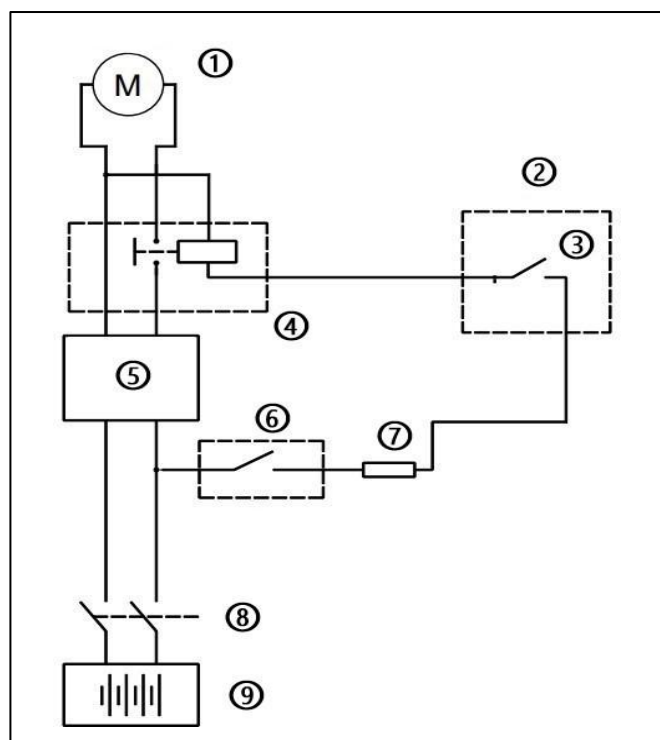

Figura 11 - Diagrama de cableado típico de un motor de CC
4.4.1 Conecte el enrollador de manguera a un suministro eléctrico adecuado de la siguiente manera: apague o aisle el suministro eléctrico y complete la instalación eléctrica como se muestra en **Figura 11 - Diagrama de cableado típico de un motor de CC.**